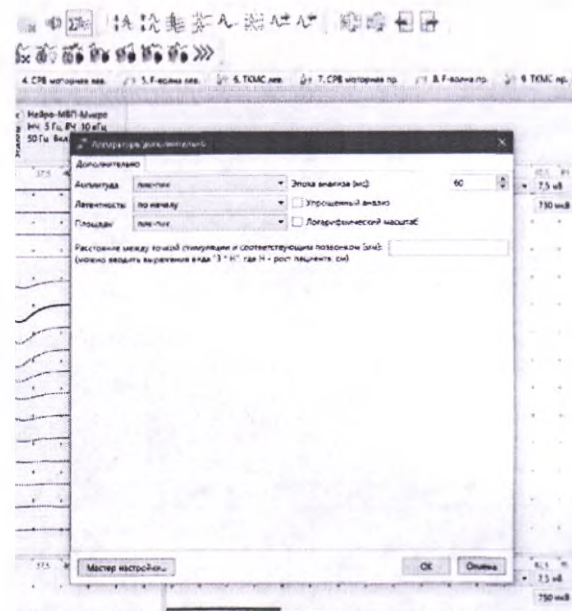

Рис. 160. Отключение упрощенного анализа Н-рефлекса
1. Выполните команду меню Проба|Шаблон пробы|Дополнительно и переключите параметры анализа Н-рефлекса. Отключите упрощенный анализ (рис. 160).